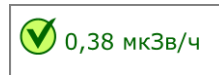

Рисунок 7. Цветовое отображение точки контроля при нормальном состоянии
- Состояние точки контроля нормальное (Рисунок 7). Например: «Измерение», «Выход на рабочий режим» и т.д.;